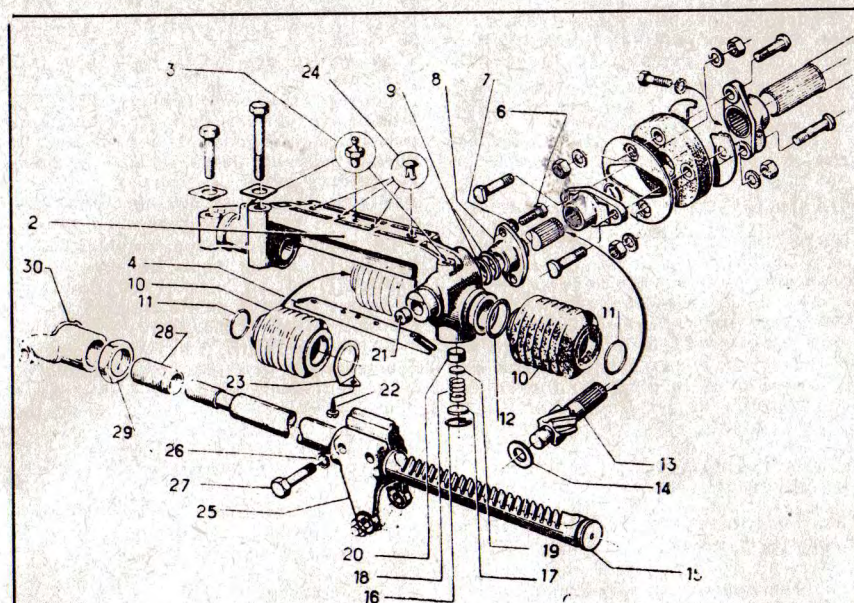

Fig. 11 — Crémaillère
• Dévisser la chape (30), après avoir débloqué le contre-écrou (29) serré sur la bague (28) (fig. 11).
• Extraire le jonc (16), la pastille (17), le ressort (18), la pastille (19) et le poussoir de crémaillère (20).
• Démontez les deux vis (6) de fixation du couvercle (8) de boîtier de crémaillère et retirez celui-ci, puis le pignon de crémaillère (13), en prenant note des rondelles de réglage (9) et (14), disposées de part et d'autre de ce dernier.
• Dévisser et déposer les deux vis (27) de retenue de la chape gauche (25) sur la crémaillère, ainsi que la vis (22) maintenant sur le boîtier (2) la plaquette de poussée (23).
• Enlever l'accordéon extérieur (10), retenu par deux joncs élastiques (11) et (12).
• Dévisser la crémaillère de la chape (25), dégager le jonc (11) de l'accordéon intérieur, recueillir la chape (25) et amener la crémaillère (15) vers la gauche pour retirer le jonc (11), l'accordéon intérieur (10) et sa plaquette de poussée (23).
• Sortir la crémaillère (15) du boîtier (2).
• En cas de nécessité, on déposera la glissière (4) fixée sur le boîtier par quatre rivets fendus (24).